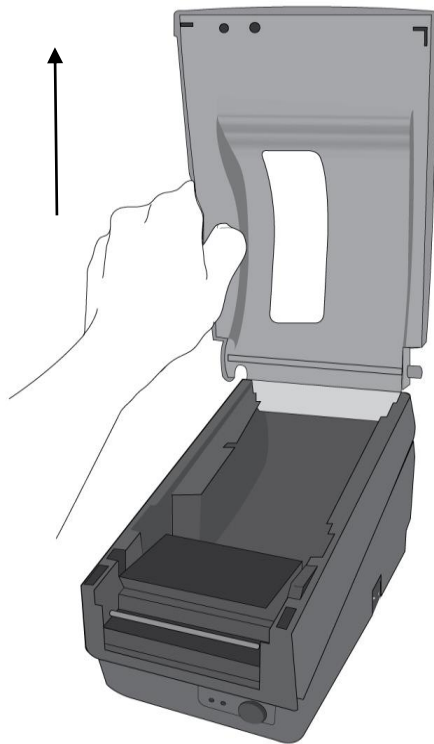

图 6.1
6. 松开底壳下方的两颗螺丝，如图 6.1 到 6.3 所示。